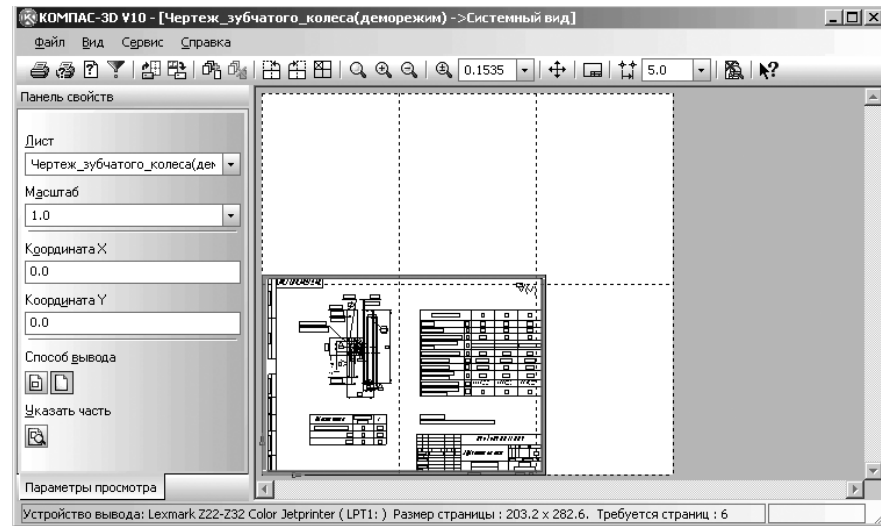

Рис. 5.117. Диалоговое окно Вид приложения
- **Вид приложения** вызывает диалоговое окно **Вид приложения** (рис. 5.117). Это диалоговое окно предназначено для выбора стиля приложения.